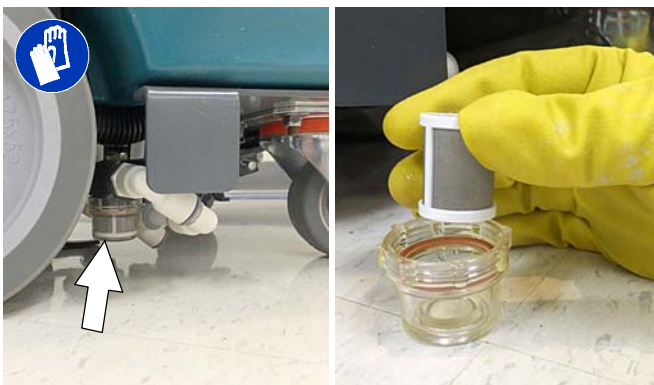

ABB. 65
1. Lösungstank leeren. Entfernen Sie den Lösungstankfilter und reinigen Sie den Filter (Abbildung 65). Drehen Sie den Filterbehälter nach links, um ihn zu entfernen.